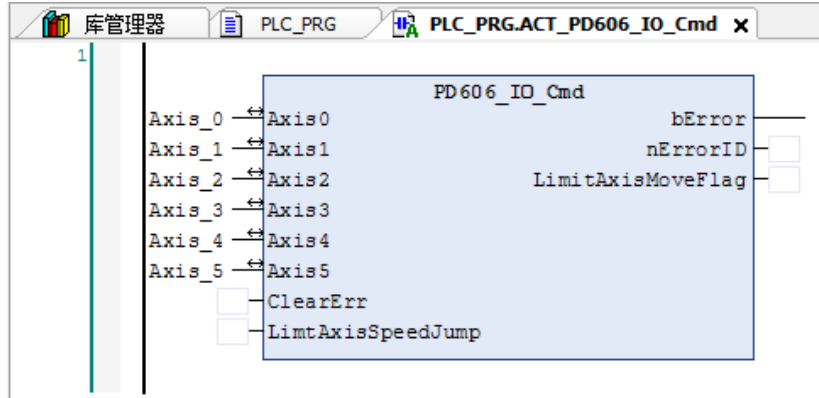

图 9.6 初始化模块
2) 添加脉冲方向和硬件 IO 处理模块：右击 PLC\_PRG，选择“添加对象”-“动作”，命名 ACT\_PD606\_IO\_Cmd，编程语言为梯形图 LD，双击进入程序编辑区，添加 PD606\_IO\_Cmd 模块并在指令中填上对应的轴号，如图 9.6 所示。